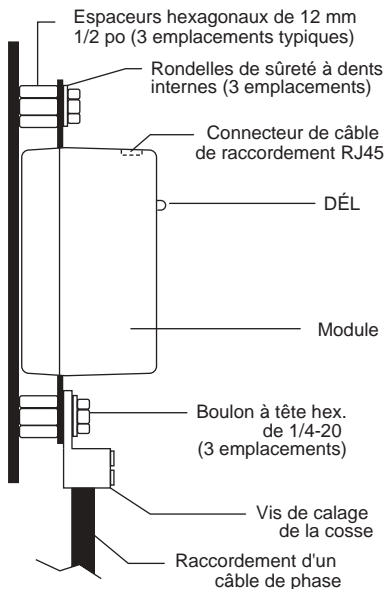

Figure 3: Module, vue de côté
3. Utiliser l'outil qui convient pour empêcher chaque espaceur hexagonal de 12 mm (1/2 po) de tourner (voir la figure 3) puis retirer et jeter les neuf boulons à tête hexagonale de 1/4-20 et les neuf rondelles de sûreté à dents internes du module. Il n'est pas nécessaire de retirer des cosses les câbles de raccordement des phases.
5. Installer le nouveau module à l'aide de la quincaillerie neuve fournie (voir la figure 3). Serrer chaque boulon à tête hexagonale de 1/4-20 au couple de 8 N•m (70 lb-po).